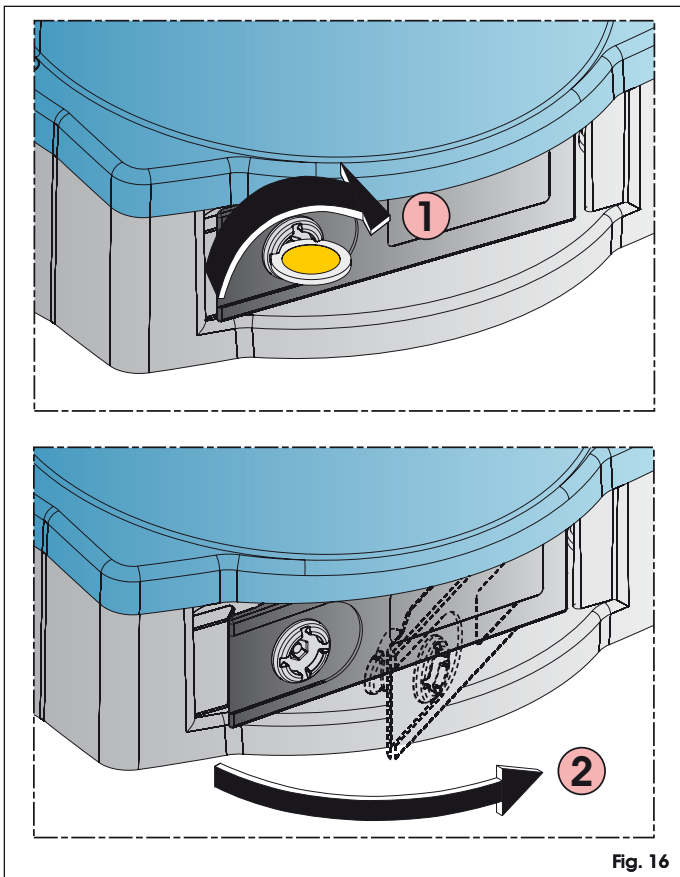

Fig. 16
1. Avec une pièce de monnaie, tourner la serrure en sens horaire jusqu'à son arrêt (Fig. 16 réf. ①).
2. Tirer le levier d'après la fig. 16 réf. ②.